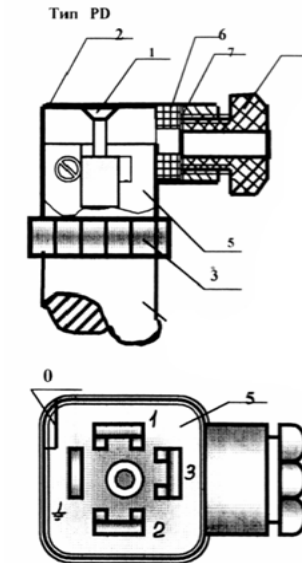

Рисунок 3 - Виды электрических присоединений (PD, PZ)
8.7 Для электрического присоединения с разъемом типа PD (штепсельный разъем) (см. рисунок 3) необходимо: